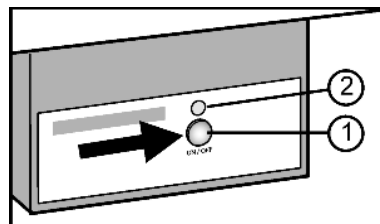

Fig. 22
- ▶ Нажмите и удерживайте кнопку On/Off Fig. 22 (2) так, чтобы светодиод Fig. 22 (2) загорелся.